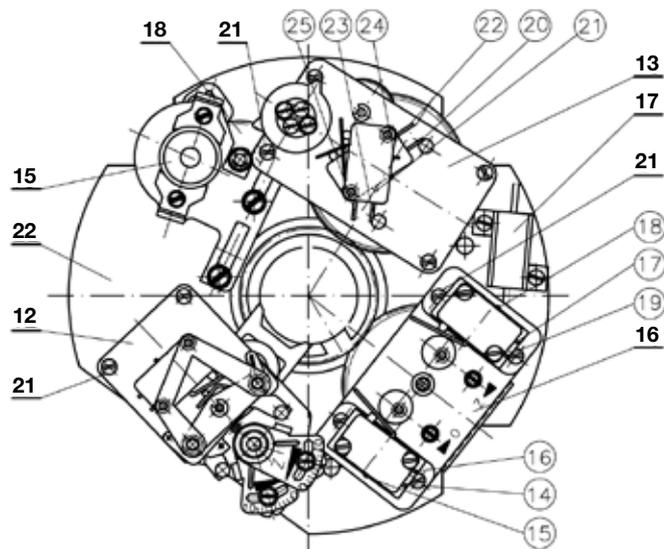

Рис. 2. - Плата управления - Исполнение с омическим датчиком MEGATRON 1 x 100 Ω
Рис. 2а - Плата управления – Исполнение с токовым датчиком СРТ 1Az 4 – 20 mA
Если необходимо изменить пределы установки путевых выключателей и датчика, то следует изменить положение переставляемого колеса К3. Для перестановки колеса К3 необходимо частично выдвинуть блок сигнализации из ящика управления (*длина токоподводящих проводов на это рассчитана*). Выдвижение становится возможным после вывинчивания трех винтов 21 (рис. 2), которые крепят блок к основной плате. После перестановки блока сигнализации для получения требуемого диапазона блок следует вернуть в прежнее положение. Перед затягиванием винтов 21 необходимо проверить правильность сцепления колес К1 и К2 (рис. 6). На нижнем конце вала кулачков 58 (рис. 6) установлена шестерня 59 (рис. 6), которая соединена с валом 58 с помощью регулируемой фрикционной муфты. Движение шестерни передается приводу реостатного или токового датчика. Расположение кулачков и микровыключателей блока сигнализации показано на рис. 4. Выступы кулачков 38, 39 отклоняют рычажки 42 или 43, которые управляют микровыключателями SO (44) или SZ (45). При установке датчика и выключателей сигнализации и положения всегда следует установить выходной вал электропривода в положение, в котором должны срабатывать микровыключатели или должно быть достигнуто требуемое положение датчика.